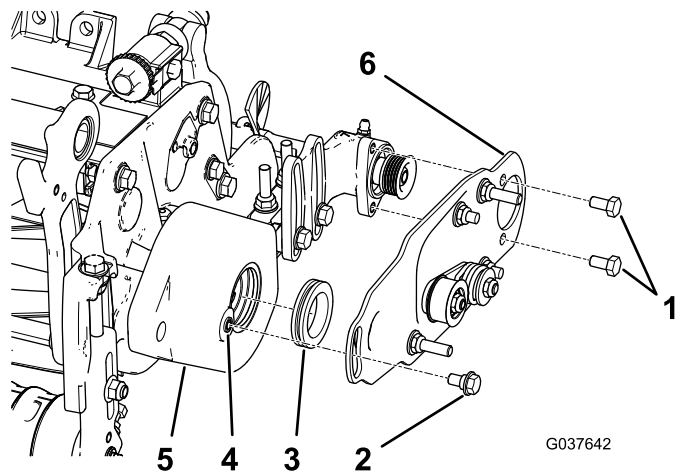

Figura 11
2. Aplique una película de grasa al interior del anillo de goma del alojamiento del cepillo del rodillo (Figura 11).
3. Instale la chapa izquierda o derecha del cepillo de rodillo (Figura 11).
4. Aplique fijador de roscas en los 2 pernos (5/16" x 1/2") y utilícelos para montar la placa del cepillo en el alojamiento del cojinete del cepillo de rodillo (Figura 11).
5. Elimine cualquier resto de pintura de las roscas del alojamiento del cepillo del rodillo usando un macho de roscar de 5/16"–18 antes de enroscar el perno de cuello largo (Figura 11).
6. Aplique fijador de roscas al perno de cuello largo (Figura 11).
7. Sujete la placa del cepillo al alojamiento del cepillo de rodillo con el perno de cuello largo (Figura 11).